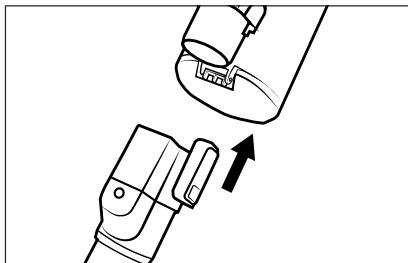

Abb. 1
- 1) Schieben Sie das Saugrohr 23 auf das Gerät, bis es hörbar mit einem Klickgeräusch einrastet (siehe Abb. 1).